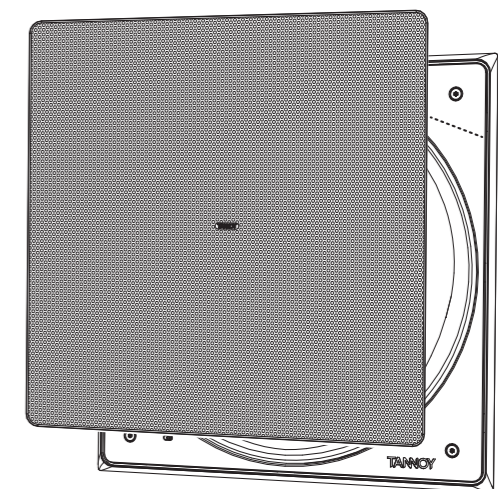

Fig. 11. Installing the Grille
1. La griglia deve essere montata con cura allineando attentamente i bordi della griglia con il deflettore e i bordi interni del telaio (Fig. 11). Per evitare danni alla rientranza, non premere il centro della griglia; applicare una pressione uniforme su ogni angolo mentre viene premuto saldamente in posizione.